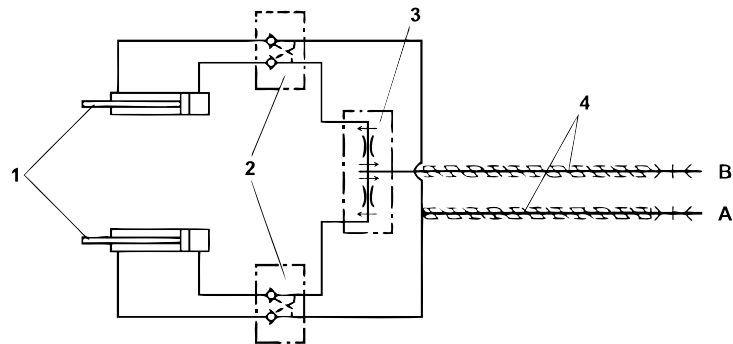

Fig.10
4.5 IMPIANTO IDRAULICO (Fig. 10)
I due cilindri (1 Fig. 10), sono corredati da una valvola di blocco automatica (2 Fig. 10).
LEGENDA Fig. 10 (Schema idraulico di regolazione rullo con due cilindri idraulici)